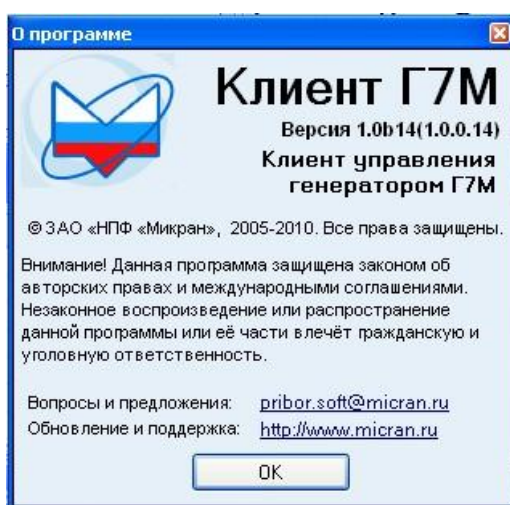

Рисунок 6.7 – Информация о программе
6.4.7.1 Состоит из пункта «*О программе*», при выборе которого выводится окно с данными о ПО (рисунок 6.7).